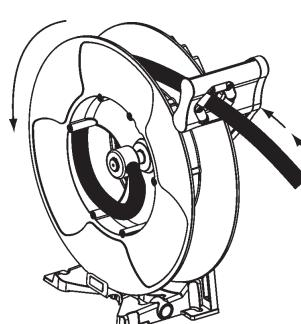

Fig. 14
**3.** Ziehen Sie nun vorsichtig den Schlauch, um ihn anschließend automatisch aufrollen zu lassen (Fig. 14).